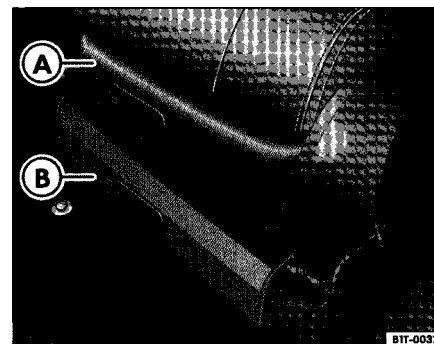

Fig. 82 Sous les sièges avant : le tiroir (A) en option et le rangement (B) de série
Pour ouvrir le tiroir⁵⁵⁾ fig. 82 (A), tirez-le vers l'avant.